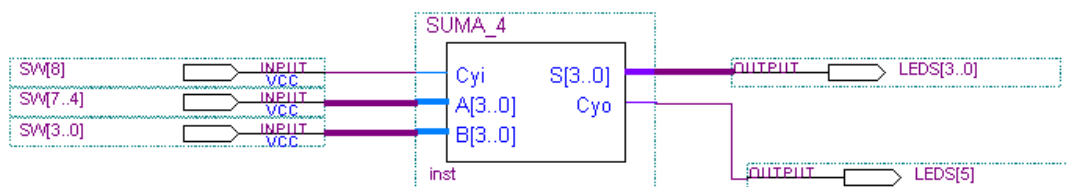

Figura 3. Prueba de SUMA_4.
- Generar un nuevo proyecto para diseñar un sumador binario de 4 bits **SUMA_4** con acarreo de entrada y de salida, utilizando el bloque **SUMA_1** (ver figura 3). Verificar su funcionamiento en el simulador para todos los casos posibles.
- Para probar el funcionamiento de **SUMA_1** y **SUMA_4** en la placa DE0, generar un proyecto en el **Quartus II**, donde A[3..0] se conectarán a los switches **SW[3..0]**, B[3..0] se conectarán a los switches **SW[7..4]** y Cy_i al switch **SW[8]**. La salida S[3..0] deberá conectarse a los leds **LEDS[3..0]** y Cy_o al **LEDS[5]**, según se indica en la figura 3.